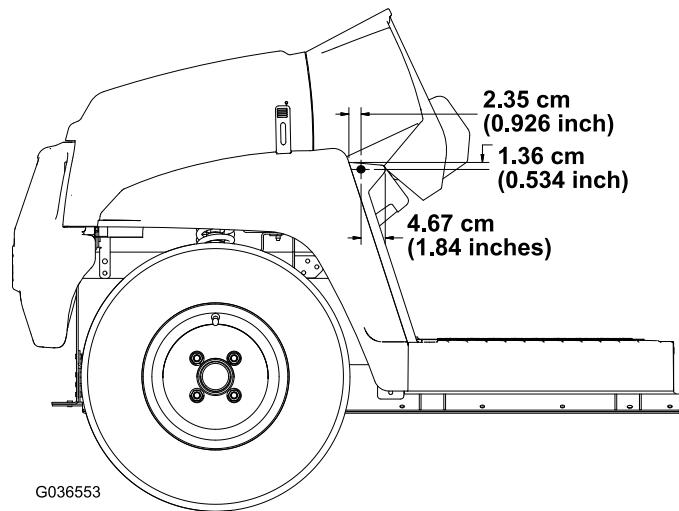

图4
3. 使用图4 中所示的尺寸, 在机器左右侧的脚踏板外侧钻 1 个孔 (5/16 英寸)。